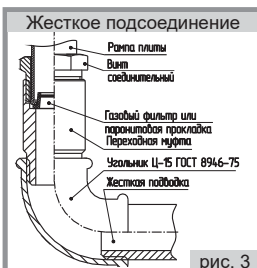

рис. 3
■ Жесткое подсоединение к газовому стояку (рис. 3) производится с помощью переходной муфты (в комплект поставки не входит).